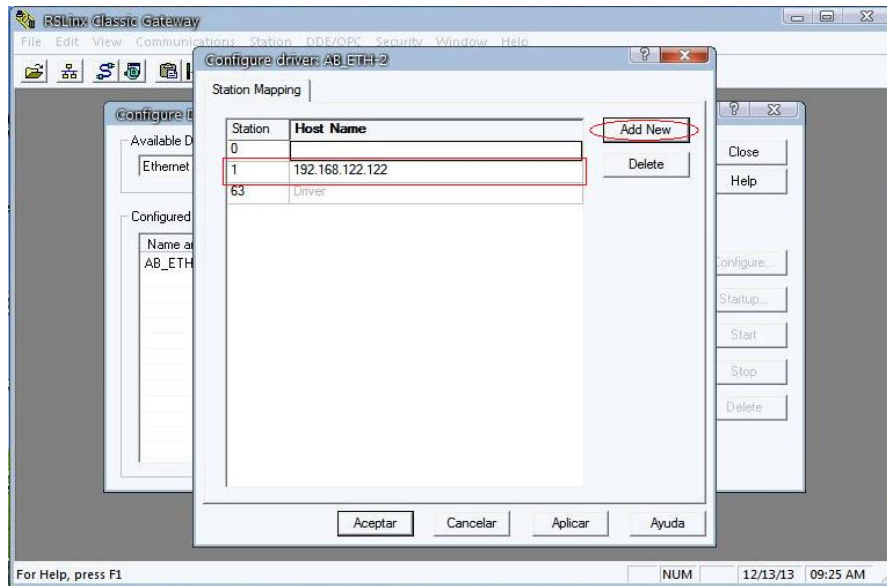

Figura 14. Configuración del driver de comunicación
- c. Para la configuración del driver se debe colocar la dirección IP asignada al PLC en la estación 1 (dar clic en *Add New* para que aparezca la estación 1) como se muestra en la figura 14. Al finalizar se debe dar clic en *Aceptar*.